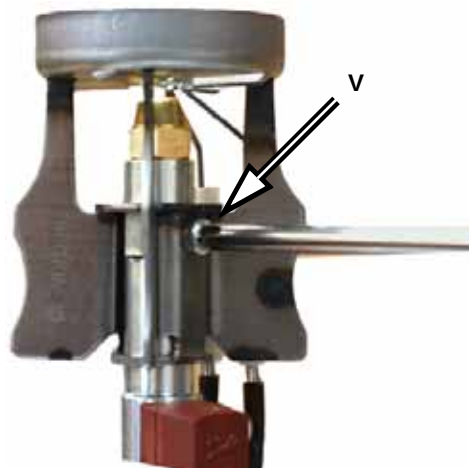
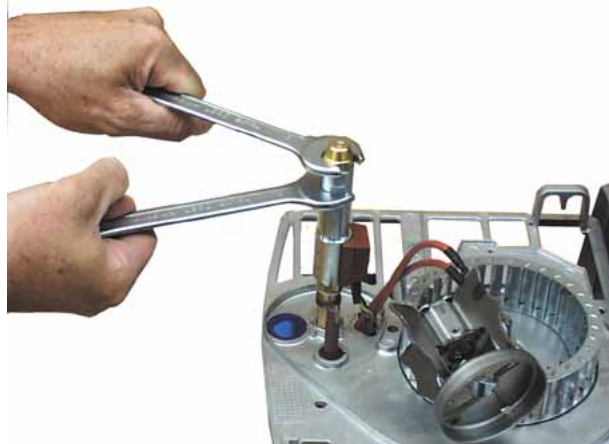

Рис. 15
Рис. 16
- Отвинтить винт **V**, который крепит голову сгорания, и отсоединить голову сгорания от держателя форсунки (Рис. 15 и Рис. 16)
- Поставьте на место голову сгорания, соблюдая снятый ранее размер **A**, не забывая застопорить винт **V** (Рис. 15).
Рис. 16а Штуцер для отбора наружного воздуха, установленный на горелке.